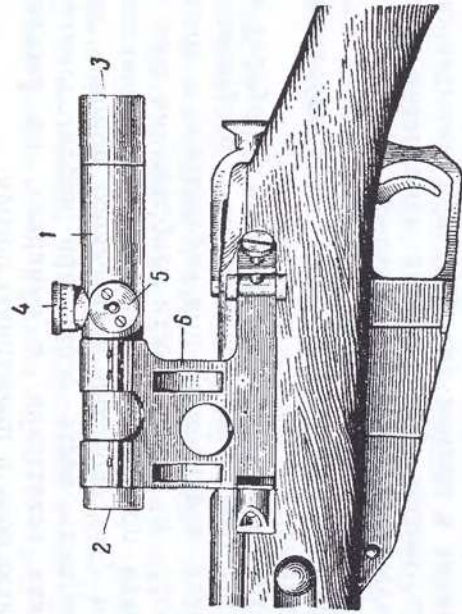

Рис. 3. Общий вид оптического прицела ПУ и кронштейна:
8. Оптический прицел представляет собой оптическую зрительную трубку с механизмами установки углов прицеливания и боковых поправок, укрепленную над ствольной коробкой винтовки при помощи кронштейна (рис. 3).